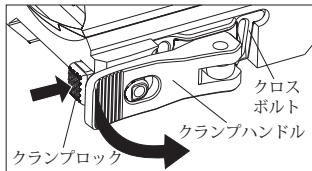

図4-1
2. Holosun特許取得のクランプ構造では、レールに取り付ける際に工具は必要ありません。ロックボタンを押し、ハンドルを持ち上げてロックバーを緩めます。サイトをレールに取り付けるために、ハンドルを押し下げると、ロックボタンが自動的にかみ合います。このようにして取り付けが完了します（図4-1参照）